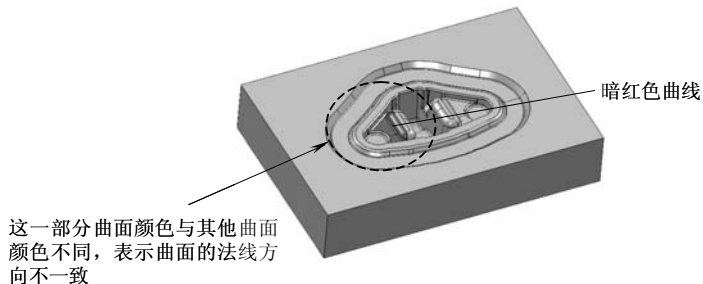
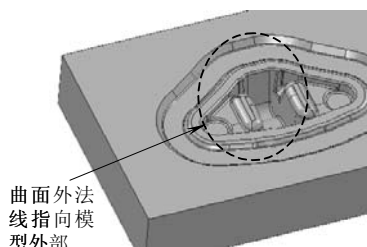

图 1-51 输入模型
图 1-52 曲面外法线方向调整
2) 输入模型：在下拉菜单条中单击“文件”→“输入模型”，在“输入模型”对话框中，选择“E:\PM2012 EX\1-02 die.dgk”，单击“打开”按钮，完成模型输入，如图 1-51 所示。
1) 更改曲面法线方向：按下 Shift 键，选择图 1-51 中暗红色曲面部分（共有 4 个曲面片，因此要点选 4 次），单击右键，在弹出的快捷菜单中选择“反向已选”，即可把曲面的外法线方向指向模型外部，完成后的模型如图 1-52 所示。